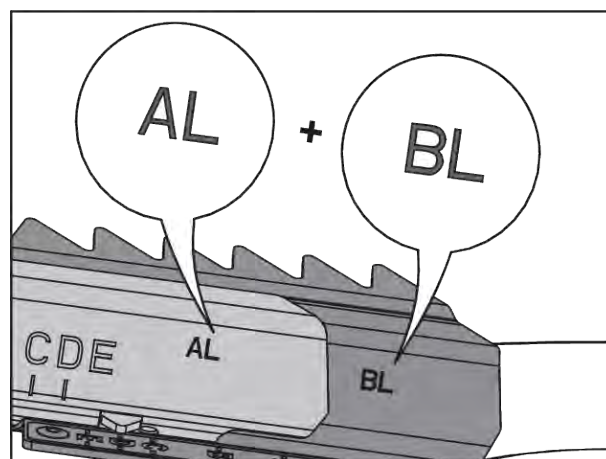

Fig. 81: Combinație aripi aruncătoare
- A se vedea Fig. 81 Combinație aripi aruncătoare